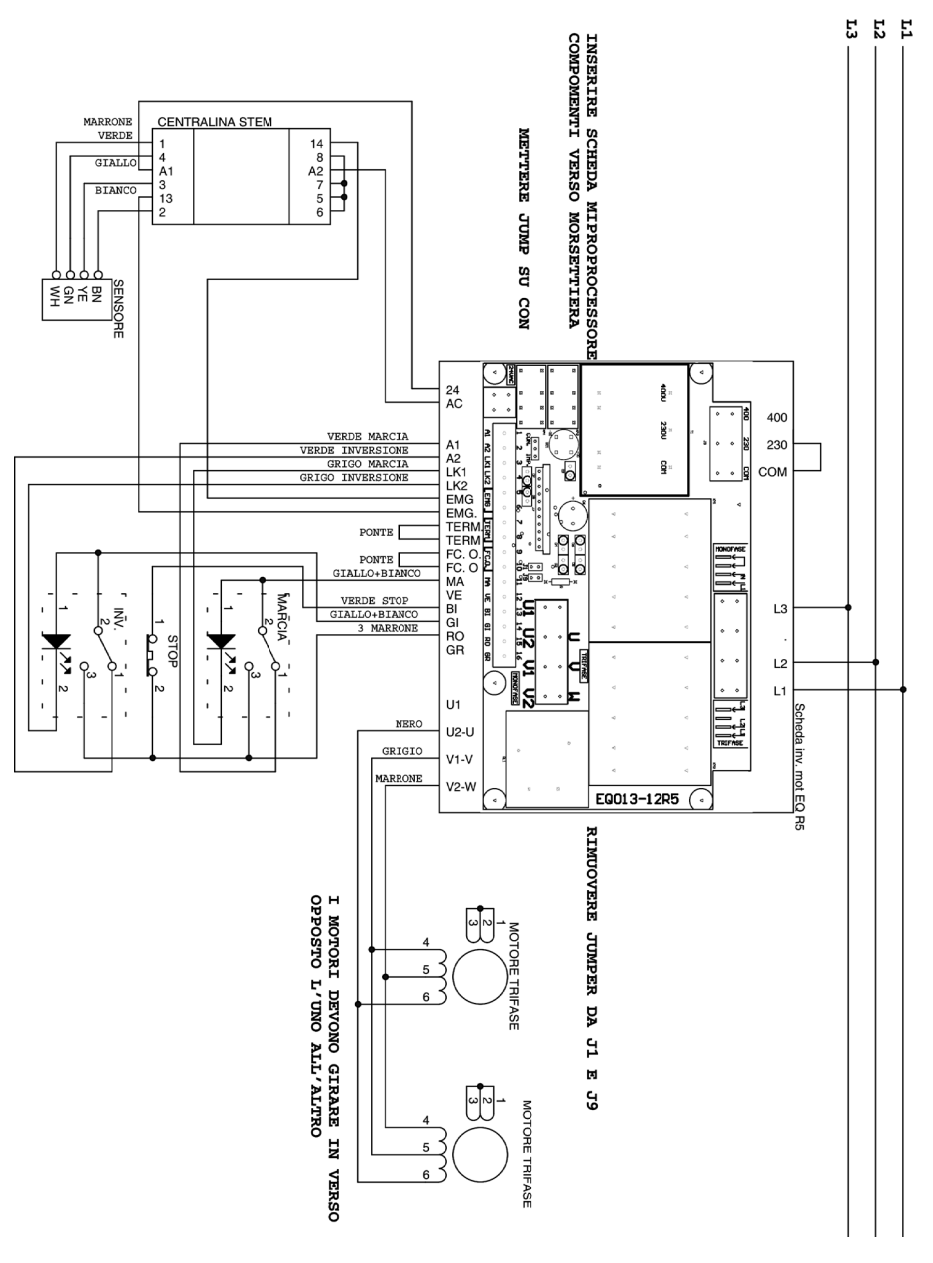

Fig. 2.4.3
2.4.3 - Schema elettrico trifase a 230V (Fig. 2.4.3)